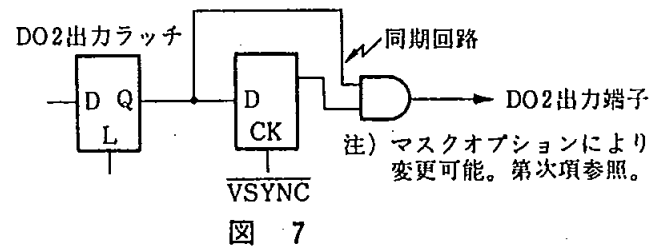

図 7
ただし、MN1227A の DO2端子は $\overline{\text{VSYNC}}$ と同期しています(図7)が、MN1257C は同期していません。
(1)-1 MN1227A: $\overline{\text{VSYNC}}$ 同期出力モード(図7参照)